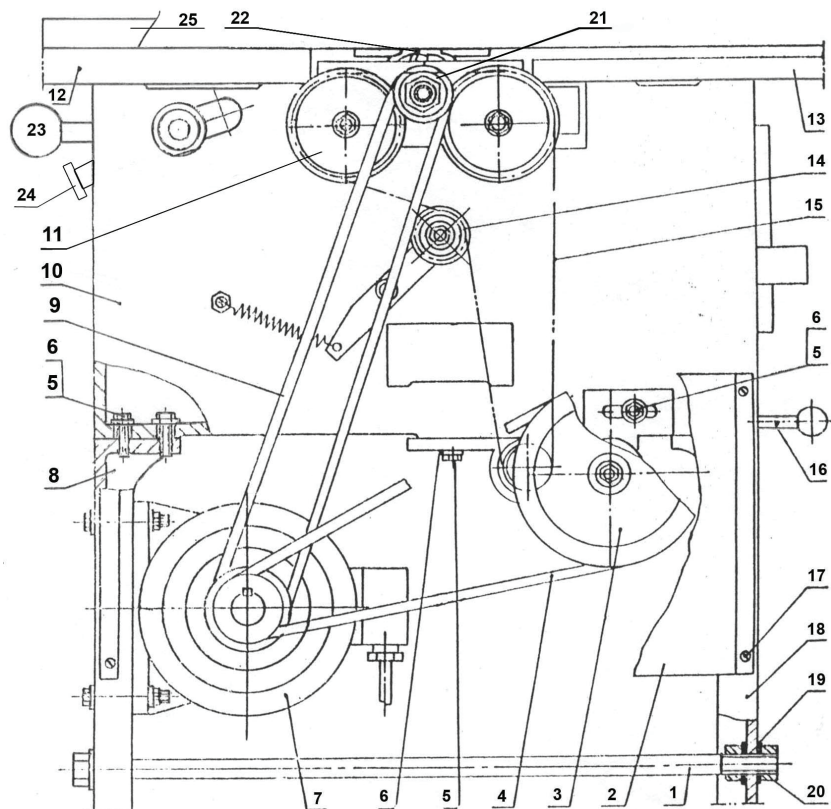
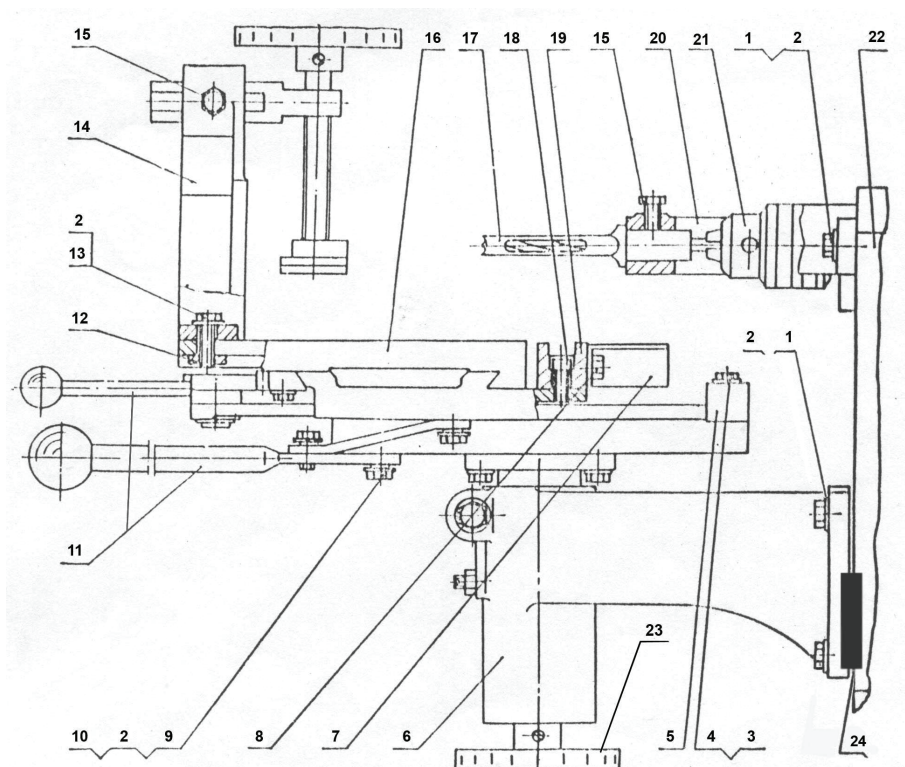

рис. 1
рис. 2
4.1 Общий вид стола основного представлен на рис. 1
4.2 Общий вид стола сверления и пазования представлен на рис. 2
4.5 Для удобства сборки станка, поставка с завода производится узлами собранными из отдельных деталей. Станок монтируется на основании 8 и 15 (рис. 1) представляющего собой переднюю и заднюю опоры состыкованные между собой стяжкой 1 (рис. 1). На основание устанавливается корпус станка на котором установлен ножовой вал 22 (рис. 1), на ножовом валу установлены ножи, которые крепятся прижимной планкой с помощью болтов. На ножовом валу 22 (рис. 1) установлен шкив 21 (рис. 1), который через ремень 9 получает вращение от двигателя 7 (рис. 1), который установлен внутри основания 8, 18 (рис. 1). Натяжение ремней 9 и 4 (рис. 1) осуществляется ослаблением болтов и перемещением двигателя 7 (рис. 1) внутри основания и затяжкой болтов по окончании. С левой стороны корпуса установлен стол регулируемый 12 (рис. 1) и стационарный 13 (рис. 1) для строгания.
4.6 Для установки глубины строгания ослабьте рукоятку фиксации регулируемого стола 23 (рис. 1), рукояткой 24 (рис. 1) установите требуемую высоту регулируемого стола затем зафиксируйте стол рукояткой 23 (рис. 1). Ножовой вал сверху закрыт щитками, которые открывают ножовой вал на ширину обработки при подаче обрабатываемого материала.
Станок имеет функцию «Автоматическая подача заготовки», при рейсмусовании которая включается рычагом 16 (рис. 1) и происходит за счёт вращения роликов подачи заготовки 11 (рис. 1) через цепную передачу. Слева на корпус станка навешивается долбежное устройство 17 (рис. 2), кронштейн стола для сверления 6 (рис. 2), на который крепится в сборе трёхосевой стол 18 (рис. 2),
зажим для заготовки 14 (рис. 2). Колесо 23 (рис. 2) предназначено для регулировки высоты стола при осуществлении пазования, сверления и т.д., а рычагами 11 (рис. 2) осуществляется перемещение стола по горизонтальным осям.
6.3 Закрепив двигатель, вставьте шпонку **3** (рис. 9) и оденьте шкив **1** (рис. 9) на ось **2** (рис. 9) привода подачи рейсмуса, после чего необходимо надеть ремни, (3 ремня), два из которых размером 1010 мм, а третий 900 мм. Наденьте их как показано на рис. 1, натяните при помощи регулировки привода подачи рейсмуса (рис. 10). Перед началом эксплуатации, в целях безопасности установите защитный кожух ремней, прикрутив его с помощью четырёх винтов к основанию станка.